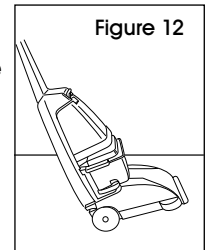

Figure 12
4. Arrêtez l'aspirateur avant de le transporter. Pour déplacer l'aspirateur d'une pièce à l'autre, placez la poignée en position verticale et en position verrouillée, inclinez l'aspirateur vers l'arrière sur ses roues et poussez-le vers l'avant. (Voir Figure 12)